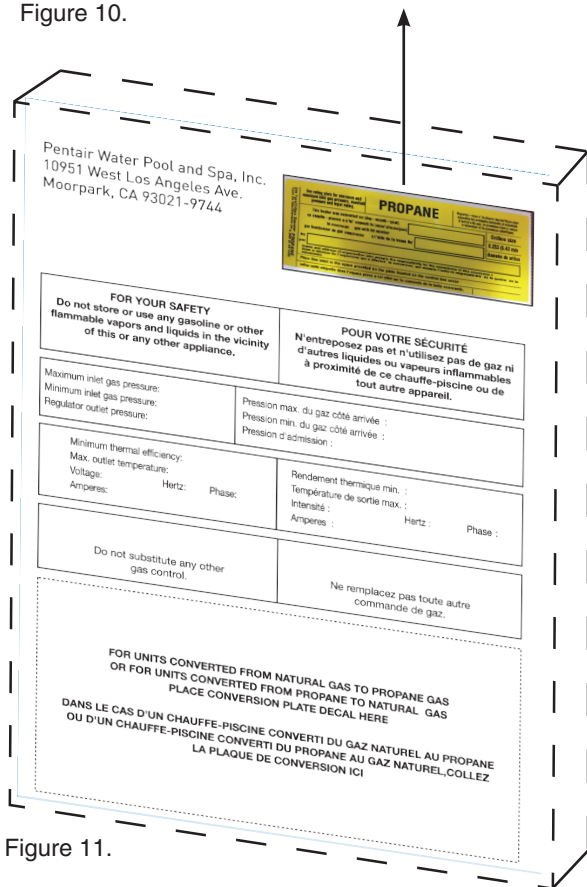

Figure 11.
19. **IMPORTANT** : À l'aide d'un marqueur permanent à pointe fine, inscrivez la date de conversion et le nom et l'adresse de la personne ayant réalisé la conversion sur l'étiquette de conversion. Apposez l'étiquette de conversion dans l'endroit réservé à cet effet sur l'étiquette existante de l'appareil. À l'aide d'un coton imbibé d'alcool, nettoyez la surface avant d'apposer l'étiquette. Détachez la bande au recto de l'étiquette et collez l'étiquette sur toute la surface en appliquant une pression uniforme. Voir Figure 11.